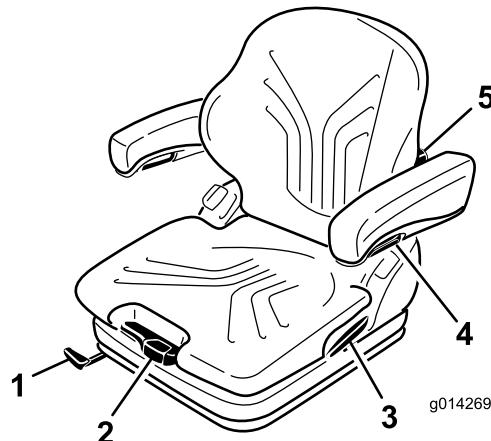

Figura 19
El asiento se ajusta para su peso tirando o presionando la palanca de ajuste de peso (Figura 19).
1. Para ajustar, levante la palanca para desbloquear el asiento (Figura 19).
Gire el pomo de ajuste hasta arriba para ajustar la curvatura de la parte superior del cojín del respaldo. Gire el pomo de ajuste hasta abajo para ajustar la curvatura de la parte inferior del cojín del respaldo (Figura 19).
Para ajustar la altura de los reposabrazos, separe el tapón redondo (Figura 19) de la tapa, afloje la tuerca hexagonal (13 mm) situada detrás de la misma; ajuste los reposabrazos a la posición deseada y apriete la tuerca. Vuelva a colocar el tapón en la tuerca.
Tire hacia arriba de la palanca de bloqueo para liberar el cierre del respaldo (Figura 19). Mientras suelta el cierre del respaldo, no aplique carga al respaldo haciendo presión sobre el mismo.
Para ajustar el ángulo del reposabrazos, gire el pomo de ajuste (Figura 19).